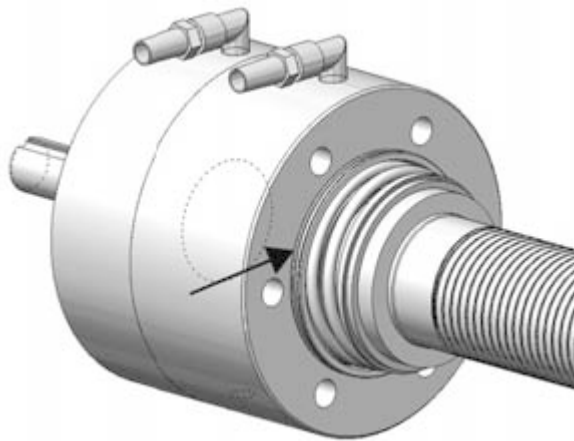

Figura 23. O-ring
11. Montare l'o-ring (figura 23).